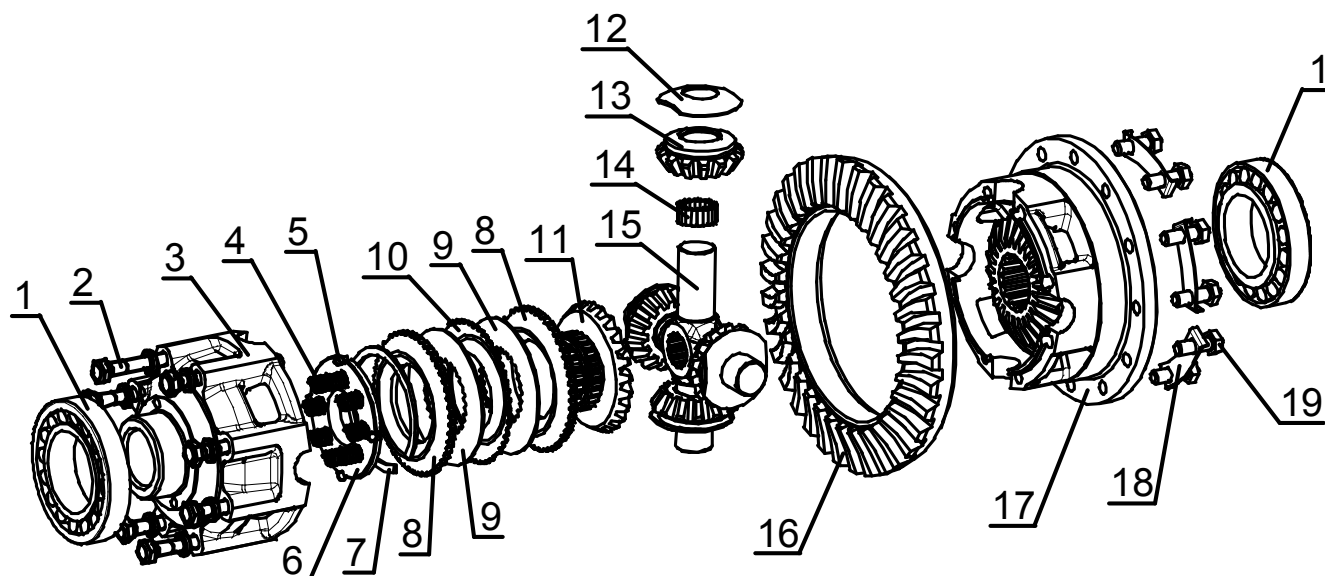

Рис.5.21
- 13) отогните стопорные пластины (18), (рисунок 5.21), отверните болты (19) и снимите ведомую шестерню (16);
- 14) промаркируйте положение крышки дифференциала (3), (рисунок 5.21), относительно корпуса (17), чтобы обеспечить правильность последующей сборки;
- 15) отверните болты (2), (рисунок 5.21), снимите крышку дифференциала (3);
- 16) достаньте крестовину (15), (рисунок 5.21), в сборе с роликами (14), сателлитами (13) и упорными шайбами (12);
- 17) достаньте из крышки (3), (рисунок 5.21), полуосевые шестерни (11) и пакет дисков (8), (9) и (10);
- 18) снимите стопорное кольцо (7), (рисунок 5.21), предварительно сжав пружины (4) и достаньте стакан (6), шарики-фиксаторы (5) и пружины (4). Аналогично разберите корпус (17);
- 19) вверните болта в демонтажные отверстия, в крышке (3), (рисунок 5.21), и корпусе (17), и выпрессуйте внутренние обоймы подшипников (1).